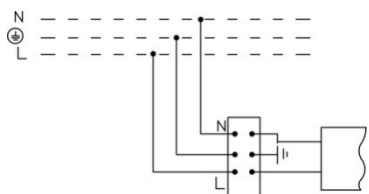

Рис. 1
- 5.2. Підключення світильника до мережі живлення виконується до клем L, N,  клемної колодки через сальник, що постачається у комплекті (рис. 1).